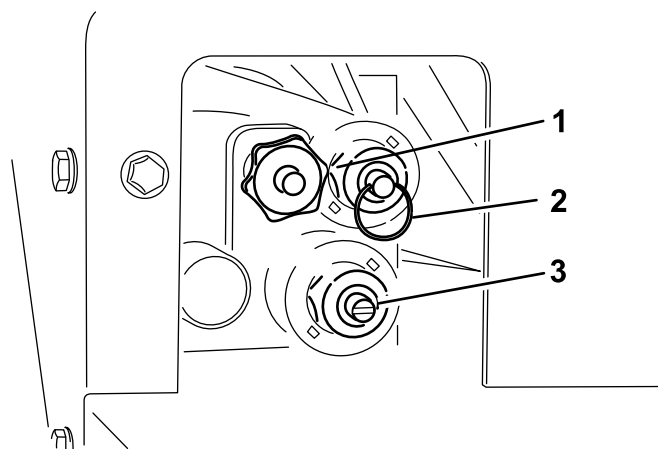

Рисунок 26
Органы переключения на ручное управление расположены на блоке управления гидравликой со стороны водителя (Рисунок 26).
- Чтобы поднять бункер (Рисунок 26), нажмите на кольцо на штоке клапана.
- Чтобы опустить бункер (Рисунок 26), вытяните наружу кольцо на штоке клапана.
- Для регулировки скорости вращения разбрасывателя (Рисунок 26) необходимо использовать шлицевую отвертку. Вращение ручки по часовой стрелке приводит к увеличению скорости, вращение против часовой стрелки — к уменьшению скорости.
- Для регулировки скорости движения транспортера (Рисунок 26) необходимо повернуть ручку по часовой стрелке. В